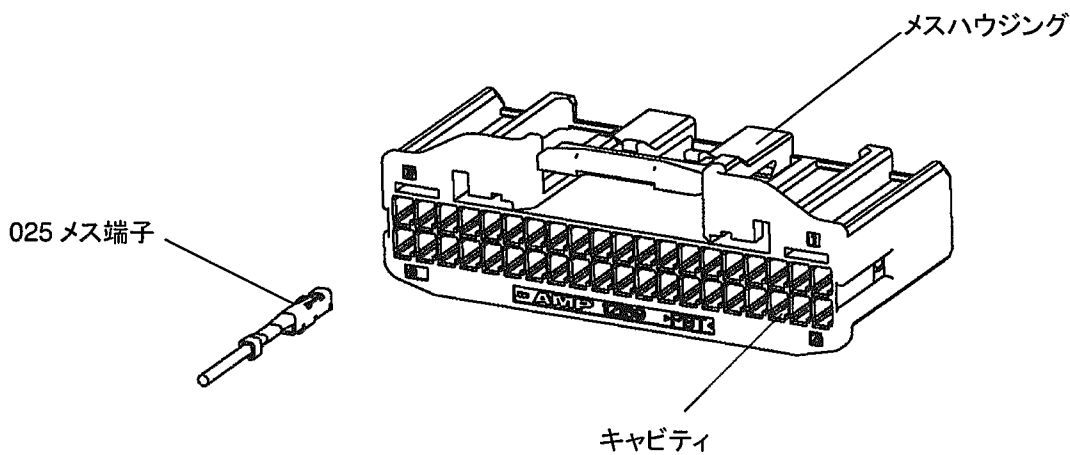

Fig.9
(3) Fig.9 のような向きにメス端子を指定のキャビティ(メス端子が収納される穴)に挿入します。ランス(端子ランス)が係止され、それ以上挿入できなければ完了です。